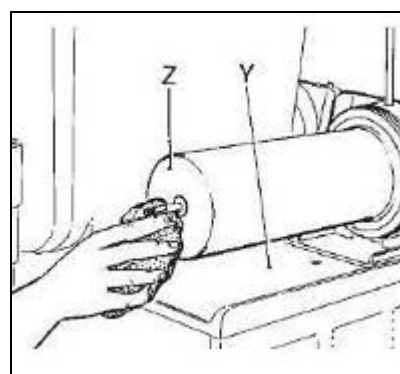

Fig. 6
- **L**impie con esmero el evaporador y la superficie que recoge el condensado, quitando todo indicio de producto usando una esponja limpia empapada de sanitizante (vea Fig.6).